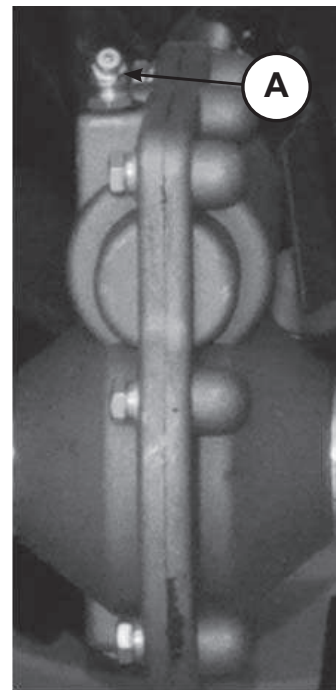

Рис.18
**ОБСЛУЖИВАНИЕ РЕДУКТОРА (РИС.18)**
2. Ослабьте гайки крепления салазок (А), Рис. 18) и установите салазки (В) на необходимую высоту. Снова затяните гайки.